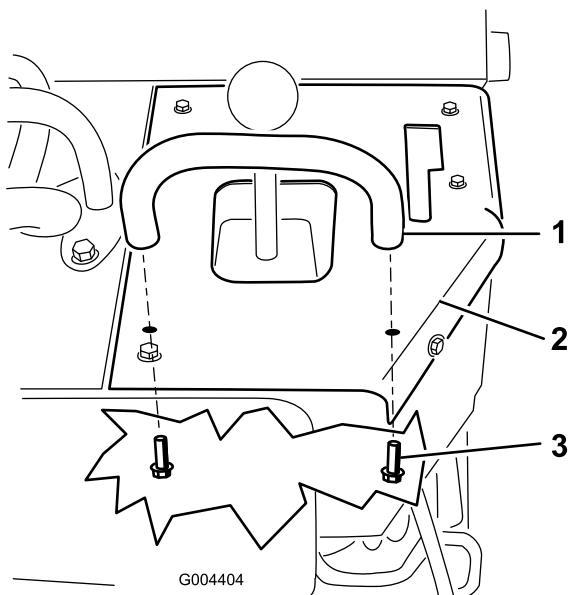

Figura 9
- Sujete la barra de referencia al panel de control con 2 pernos ($\frac{5}{16}$ " x $\frac{3}{4}$ "); instálelos desde dentro de la máquina (Figura 9).